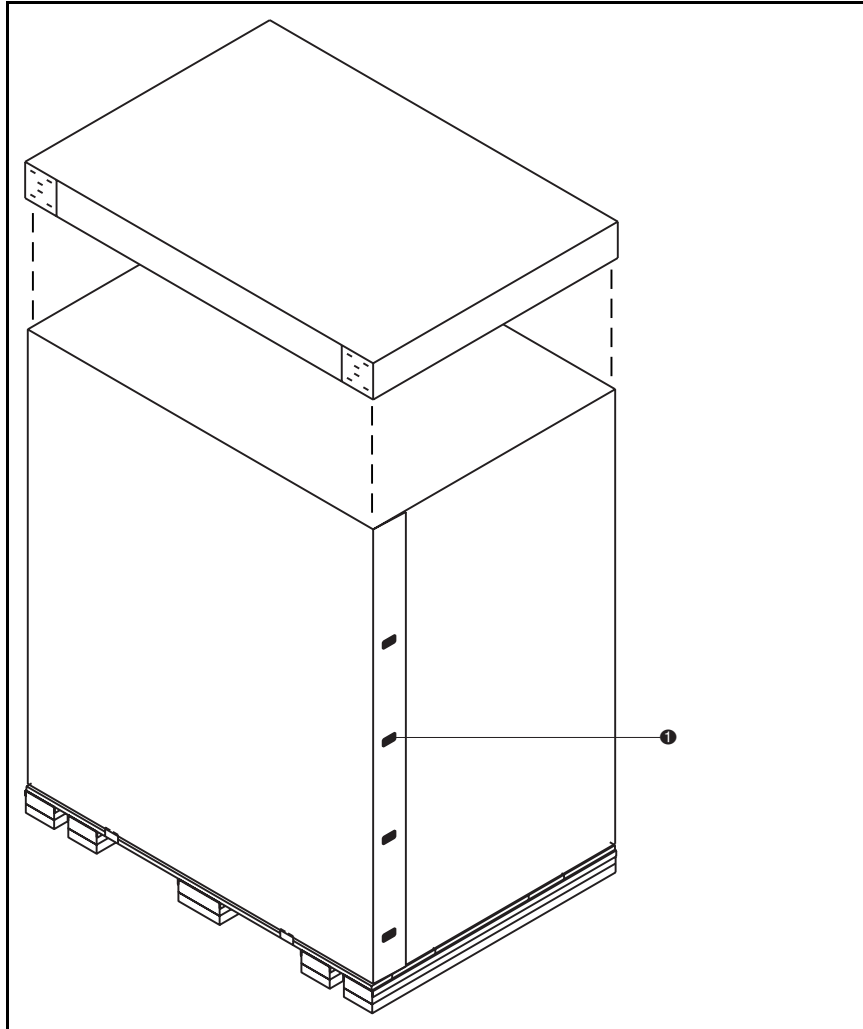

Figure 4-3. Retrait du couvercle supérieur de la boîte
4. Soulevez le sommet du conteneur vers le haut et hors de la palette (voir Figure 4-3).
5. Tirez les huit attaches, aux angles opposés de l'emballage, vers leur position d'ouverture (❶, Figure 4-3).